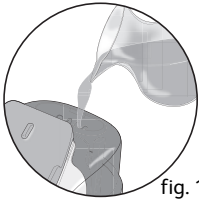
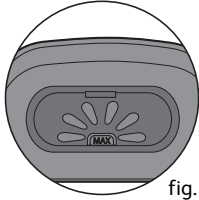

fig. 1
fig. 2
- Utilisez une carafe d'eau, remplissez-la de 1,4 l d'eau maximum - **fig.1** et remplissez le réservoir en prenant soin de ne pas dépasser le niveau "Max" - **fig.2**.